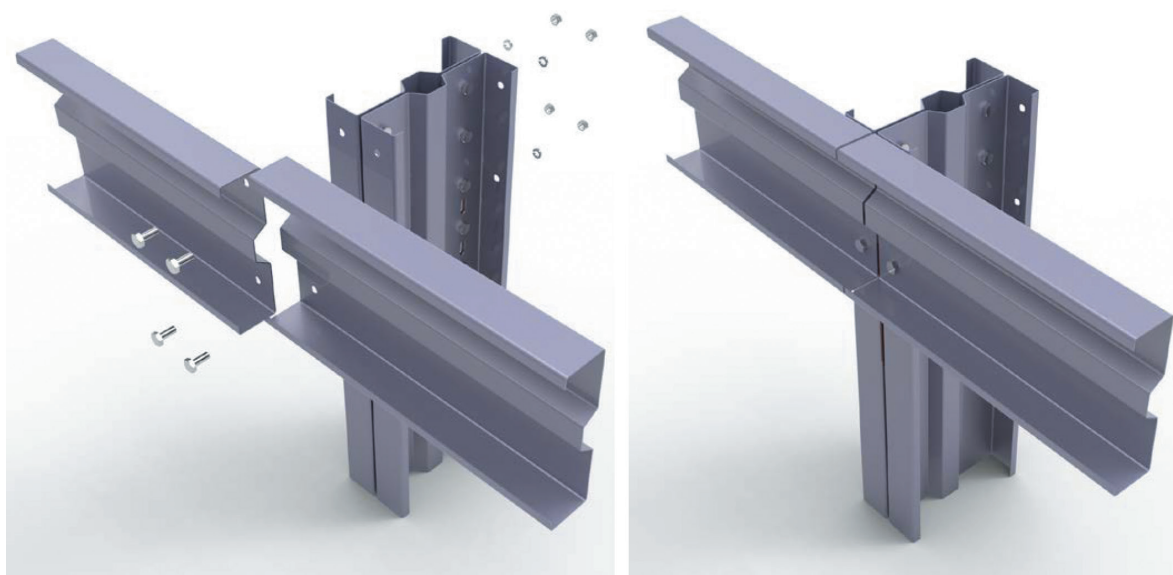

Рисунок 2.1
- Распорки крепить к наружной части колонн с помощью высокопрочных болтов М12 класса прочности 8,8, гайки и шайбы (рис. 2.1).